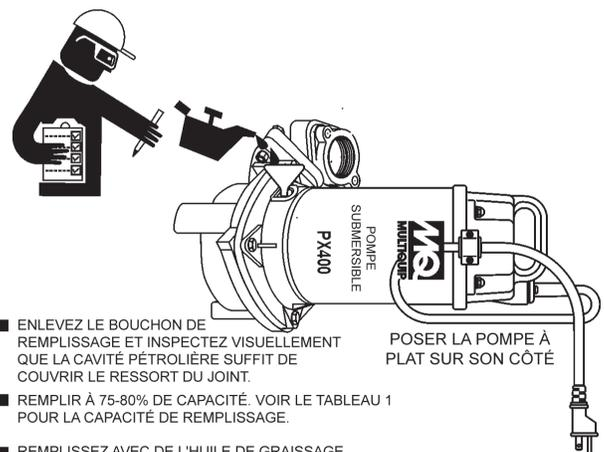

Figure 19. Ajout D'huile de Lubrification
2. Utilisez un entonnoir (Figure 19) et remplissez la cavité d'huile avec de l'huile de lubrification Fluide Paraffine P70 ou un liquide d'équivalent. La capacité de la cavité d'huile de la pompe est de 175 cm³. Remplir à 75-80 % de la capacité pour permettre l'expansion. Remplacez l'huile de lubrification tous les 12 mois (4000 heures) ou au besoin.